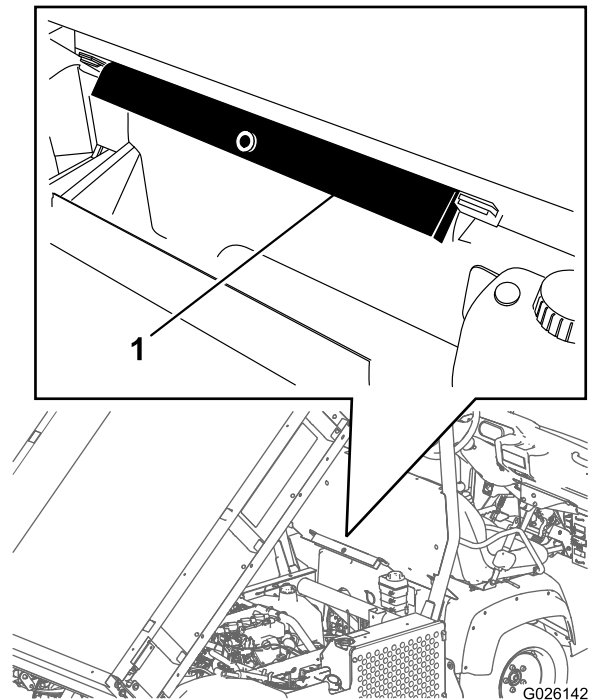

图 21
2. 从 ROPS 面板背面的存放架上取下货斗支架 图 21。